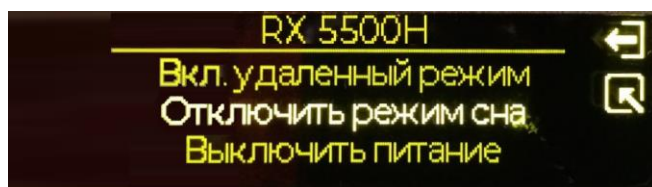

Рисунок 20 - Выбор пункта общего меню «Отключить режим сна»
2.4.4.6 Выведение изделия из режима сна и приведение в исходное положение производится коротким нажатием кнопки «» с последующим выбором в выпавшем меню «Отключить режим сна» (см. рисунок 20).